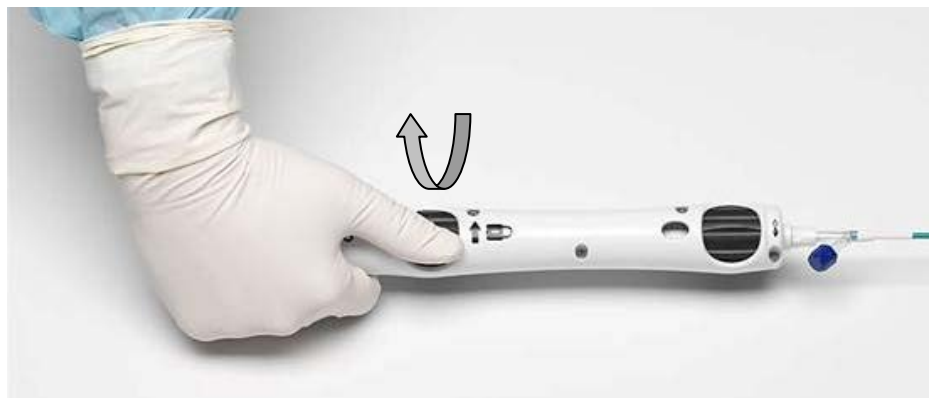

Figura 4.6: Rotación de la Perilla de la Funda para Fijar el Anclaje Proximal
- j. Fijar el anclaje proximal en la ubicación determinada del SC rotando la perilla de la funda en la dirección indicada por la flecha de fijación hasta que la funda empuje el ojal del anclaje proximal hasta que esté al ras de la vaina de compresión proximal. Retraer la funda girando la perilla de la funda en la dirección opuesta. Verificar que el ojal del anclaje proximal permanezca contra la vaina de compresión proximal en la posición fija. De ser necesario, girar la perilla de la funda en la dirección de la flecha de fijación para adelantar la funda nuevamente a fin de realizar otro intento de fijación (Figura 4.6).